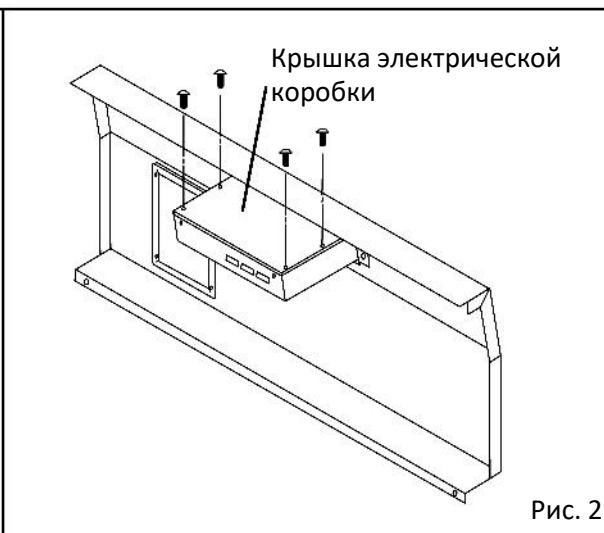

Рис. 2
4. Открутите четыре винта, фиксирующие крышку электрической коробки, с помощью отвертки (Рис. 2).